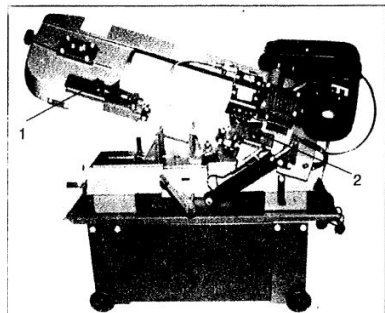

Fig 6.
2. Løs knop (1, fig. 6) og knop (2). Skub bladstyreenhederne så tæt som muligt på materialet uden at forstyrre snittet.
3. Spænd knappen (1) og knappen (2) og tilslut maskinen til strømkilden.